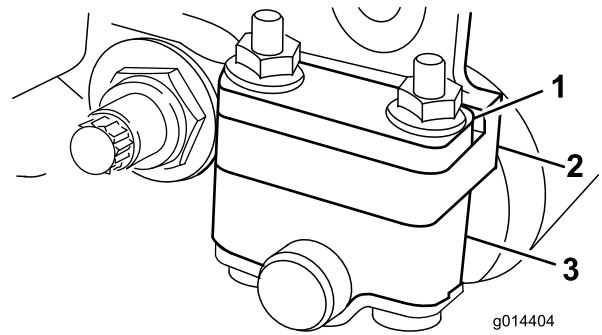
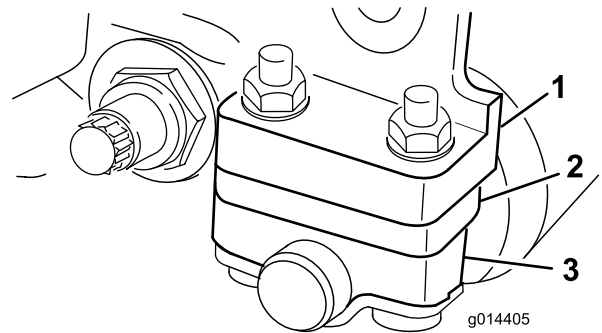

Figure 6
Figure 7
- Placez l'entretoise en dessous de la bride de fixation de la plaque latérale lorsque les hauteurs de coupe sont comprises entre 3 et 25 mm, comme montré à la Figure 7.
Selon la hauteur de coupe désirée, vous devrez placer les supports de rouleau arrière (Figure 6 ou Figure 7) en position haute ou basse :
- Placez l'entretoise au-dessus de la bride de fixation de la plaque latérale (réglage d'usine) lorsque les hauteurs de coupe sont comprises entre 1,5 et 6 mm, comme montré à la Figure 6.
4. Placez les entretoises sur les boulons au-dessus ou au-dessous des supports de rouleau, selon le cas (Figure 6 ou Figure 7).